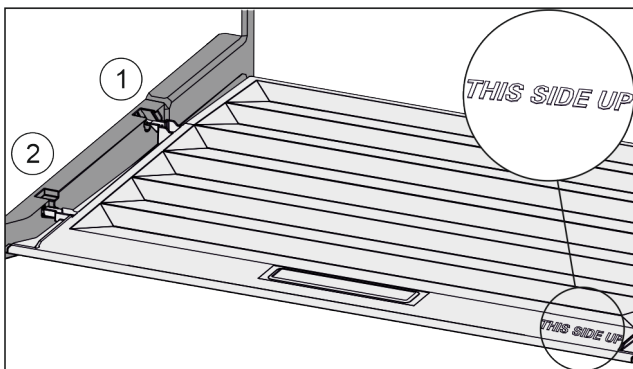

Fig. 42
- ▶ Dekselranden via de opening van de achterste houder Fig. 42 (1) aanbrengen en van voren in de houder Fig. 42 (2) klikken.